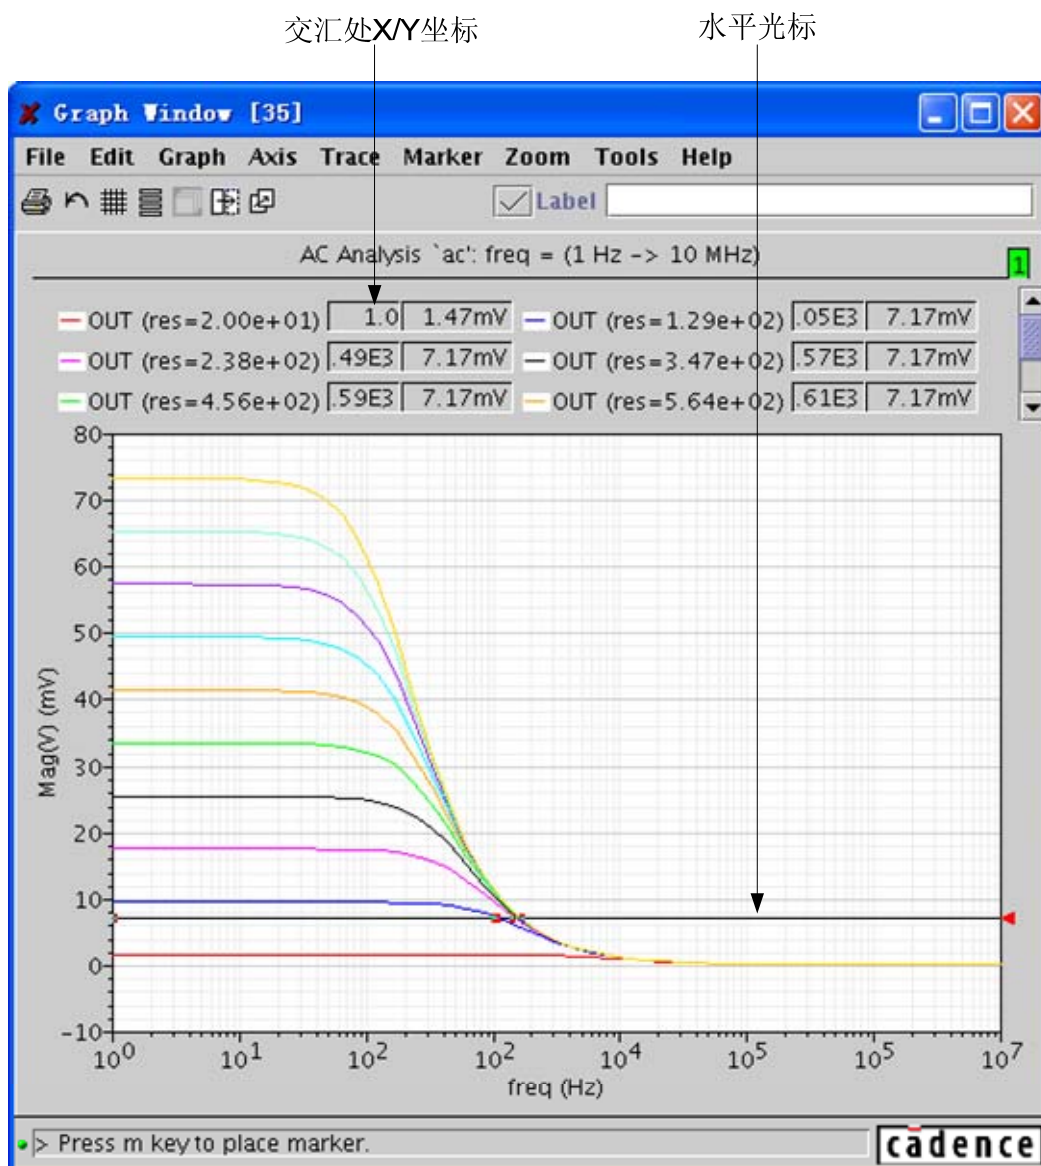

图 12.26 选择“Trace” → “Horiz Cursor” 开启水平光标
- 选择“Trace” → “Horiz Cursor”，开启水平光标，如图 12.26 所示。